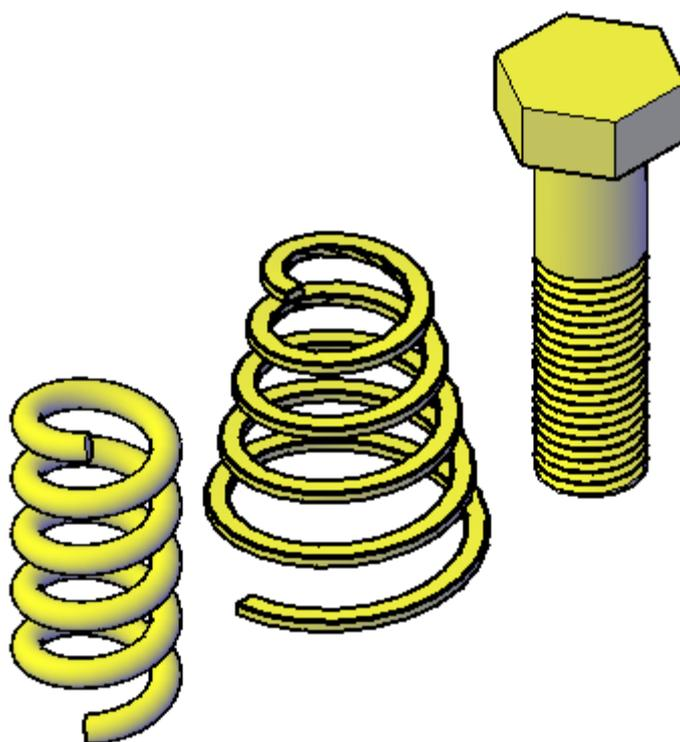

Рис. 8.15.
**37.** В падающем меню Вид – Визуальные стили выбрать «Реалистичный» (рис. 8.15).